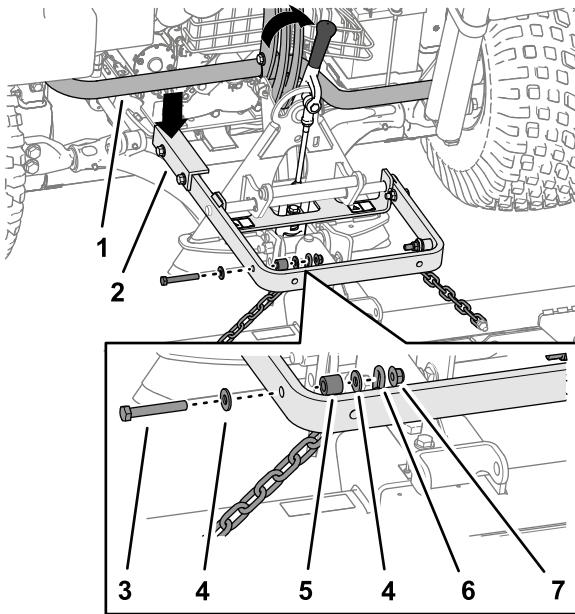

Bild 7
Wichtig: Der lange Arm des Hubarms muss sich unter dem Hinterrahmen der Zugmaschine befinden (Bild 7).
Sie sollten das Anbaugerät immer mit dem Griff hinten am Anbaugerätadapter anheben und bewegen (Bild 7).
5. Befestigen Sie den Oberlenker jeder Kette mit einer Schraube ($\frac{3}{8}$ " x $2\frac{1}{2}"), zwei Scheiben ($\frac{3}{8}$ " x $\frac{7}{8}"), einem Distanzstück und einer Sicherungsmutter ($\frac{3}{8}$ ") an der Außenseite des Hubarms (**Bild 7**).$$